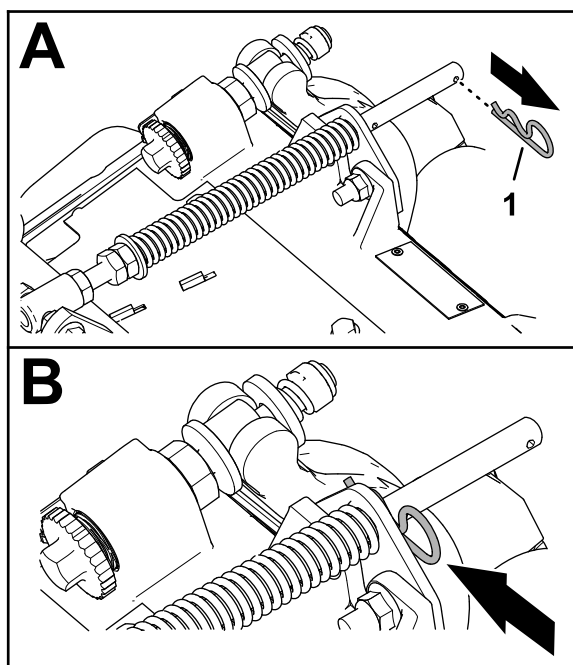

**Figura 7**
1. Si la chaveta está instalada en el orificio trasero de la varilla de compensación del muelle, retire la chaveta e introdúzcala en el orificio situado junto al soporte (Figura 7).